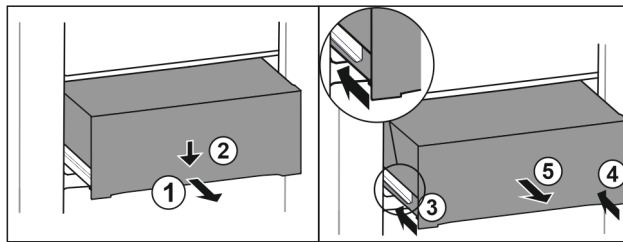

Fig. 112
- ▶ Extrageți pe jumătate sertarul. Fig. 112 (1)
- ▶ Apăsăți în jos sertarul pe partea frontală. Fig. 112 (2)
- ▶ Inserați șina stângă aproximativ 2 cm. Fig. 112 (3)
- ▶ Inserați șina dreaptă aproximativ 2 cm. Fig. 112 (4)
- ▶ Extrageți sertarul spre înainte. Fig. 112 (5)